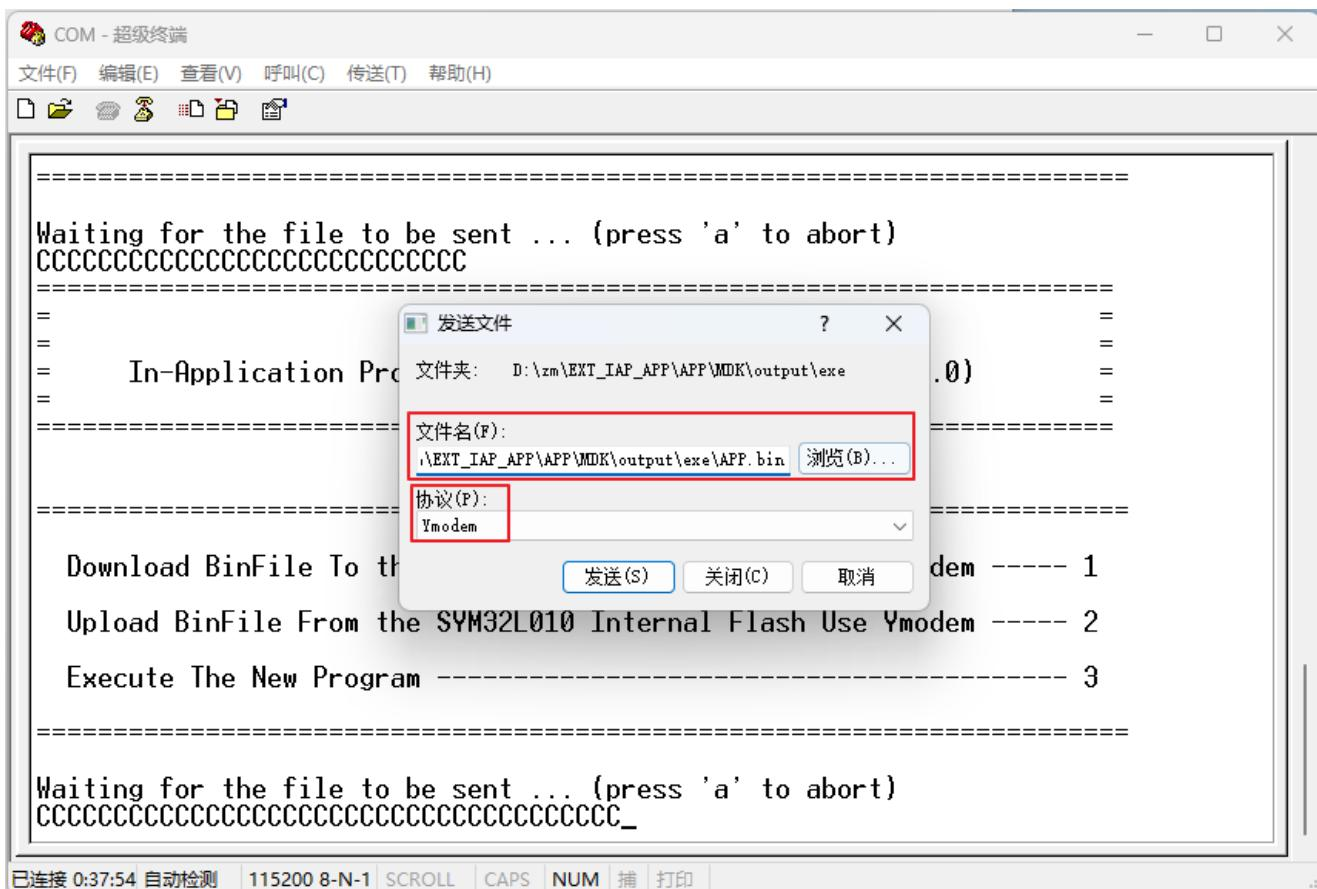

图 6-11 选择发送的文件和协议
Step3.选择发送的文件(本例中选择 APP 应用程序工程编译输出的文件),协议选择“Ymodem”,点击“发送”,如图 6-11 所示;